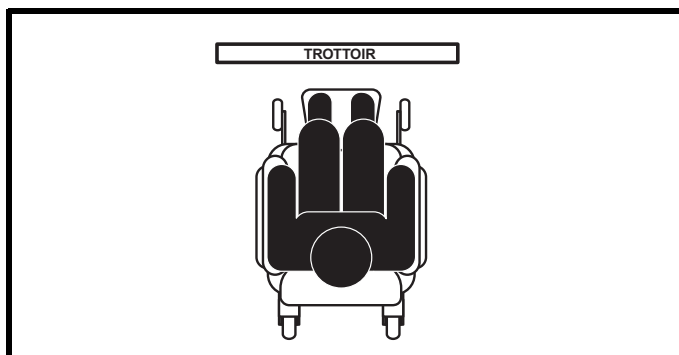

Figure 2. Approche correcte
1. Approchez lentement et perpendiculairement la bordure ou l'obstacle. **Voir la figure 2.**